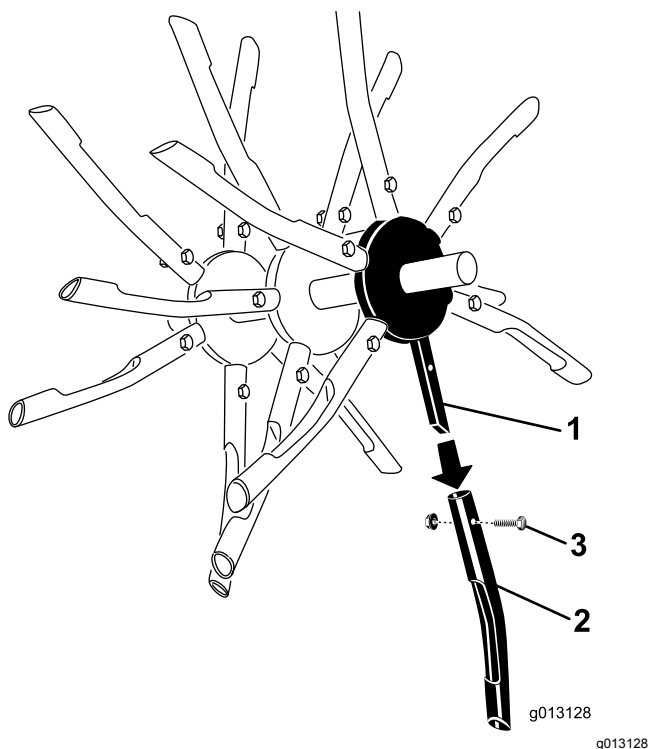

Рисунок 37
4. Если какие-либо зубья повреждены или сломаны, отверните гайку и болт крепления зуба к узлу зубьев (Рисунок 37).